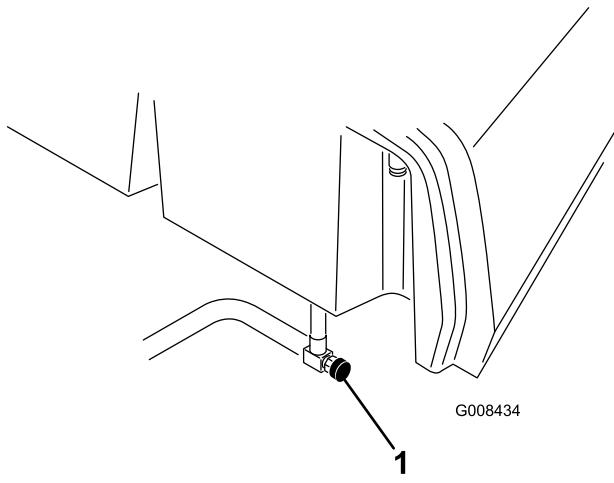

Рисунок 39
1. Закройте отсечной топливный клапан, расположенный под топливным баком (Рисунок 39).